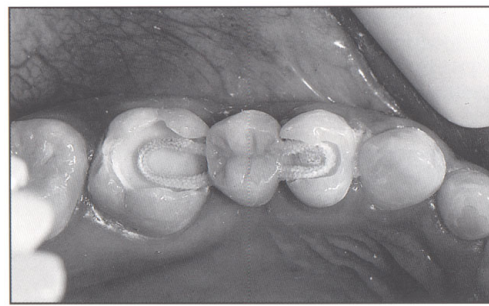

Рис. 18. Примерка моста для правильной посадки. изготавливается препаровка Класса II.
2. Примерьте мост GlasSpan для правильной посадки и убедитесь в достаточности препаровки зубов (рис.18). Если требуется, произведите уточнения.